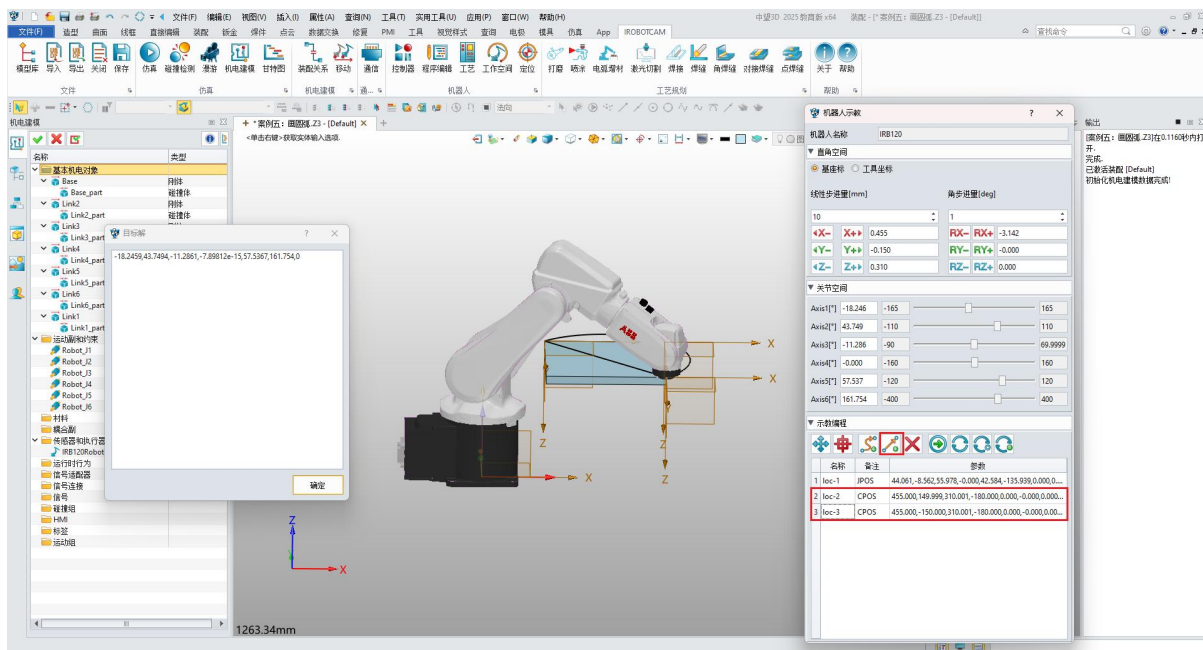

图 9-7：为点 2 和点 3 添加标记
- 记录末端值：点击 "标记点"，选择 "CSYS2" 和 "CSYS3"，然后单击 "记录末端值" 按钮添加记录。(图 9-7)